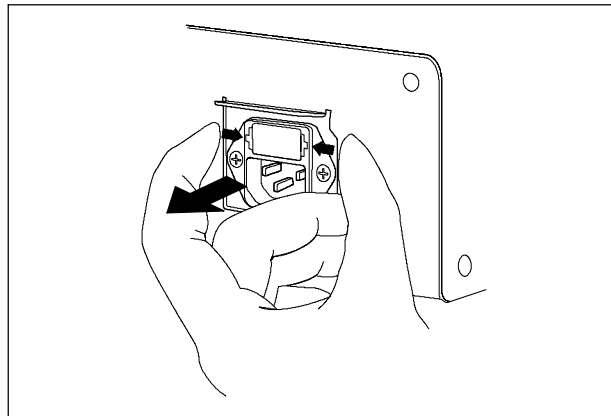

Figura 4.2
4. Apriete las pestañas de los laterales de la carcasa de fusibles y extráigala del procesador de video (ver figura 4.2).